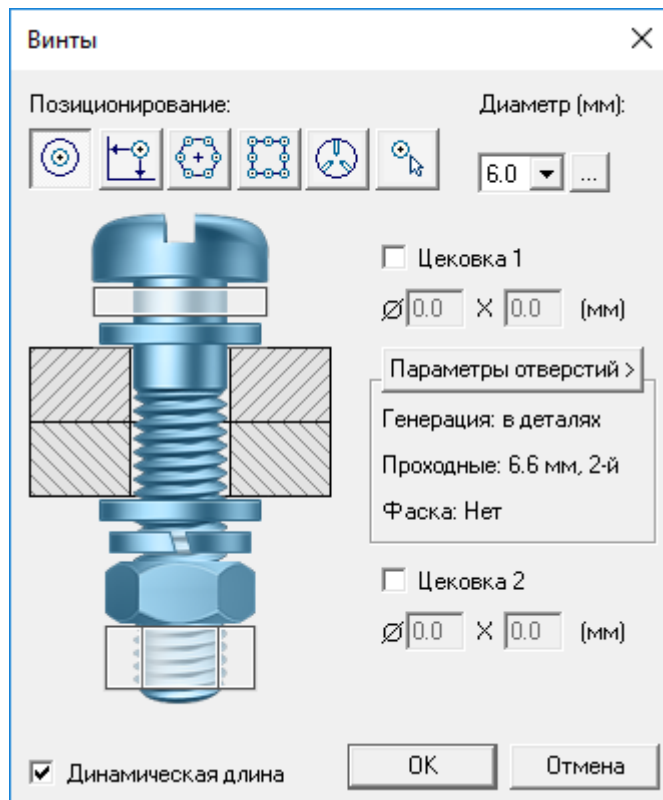

Рисунок 3-3
Для выбора определенного типоразмера для элемента нужно в окне размещения элемента (Рисунок 3-3) двойным щелчком мыши на изображении нужного элемента вызвать окно **Слайдового меню**, указать необходимую папку и дважды щелкнуть по слайду с требуемым ГОСТом. После чего будет производиться размещение стандартного изделия в сборке. В случае с крепежными соединениями и подшипниками после выбора типа изделия необходимо будет определить параметры размещения.
*Примечание:* в случае необходимости корректировки выбранных параметров нужно нажать в диалоговом окне (Рисунок 3-3) соответствующую кнопку и переопределить их с новыми значениями.